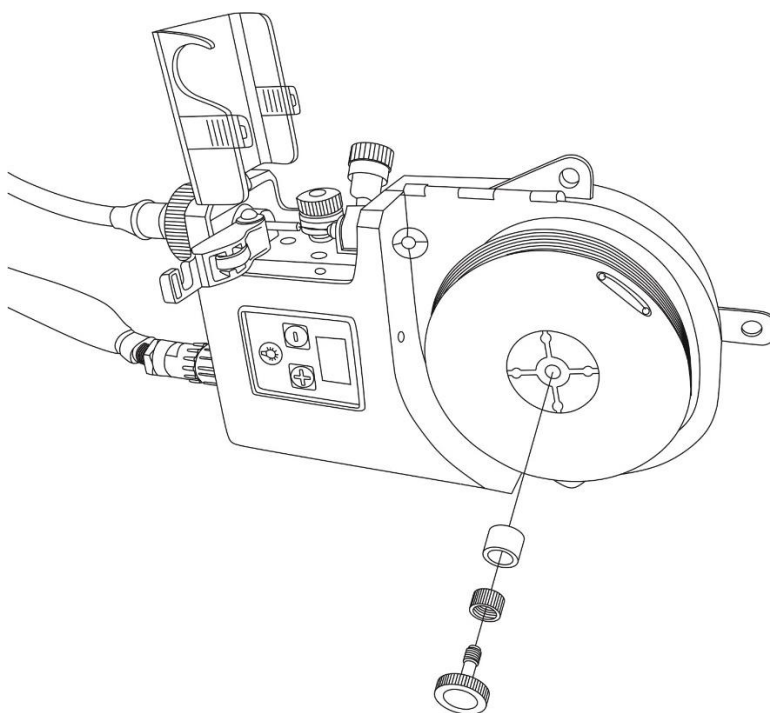

Рис. 7.4. Установка катушки с проволокой.
3. Установите катушку с проволокой, центрирующую втулку и гайку (См. рис. 7.4).